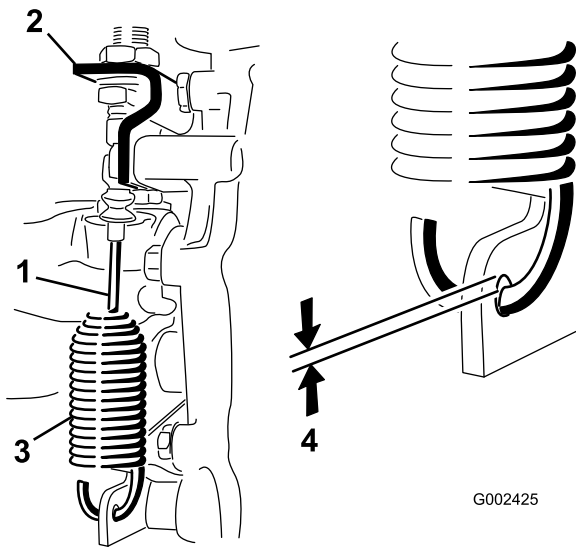

Figura 47
2. Afloje las contratueras que sujetan el cable de bloqueo del diferencial al soporte del transeje (Figura 47).